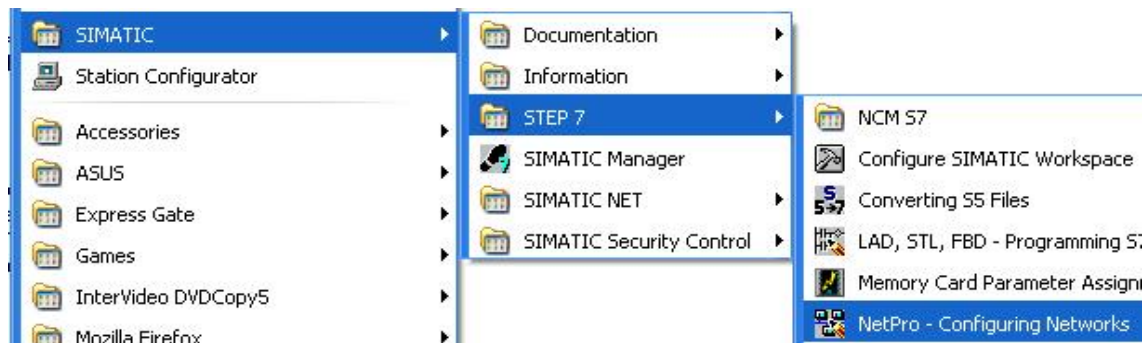

Figura 6.12: NetPro.
- Passo 1: Como ilustrado na figura 6.12, abra o programa NetPro.